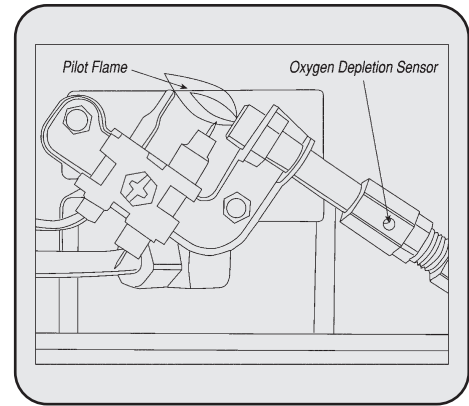

Figure 5
7. Inspectez et nettoyez la veilleuse (installée sur le support) à l'aide d'un aspirateur ou injectez de l'air comprimé dans les trous de la veilleuse, indiqués par les flèches de la Figure 5, à gauche.